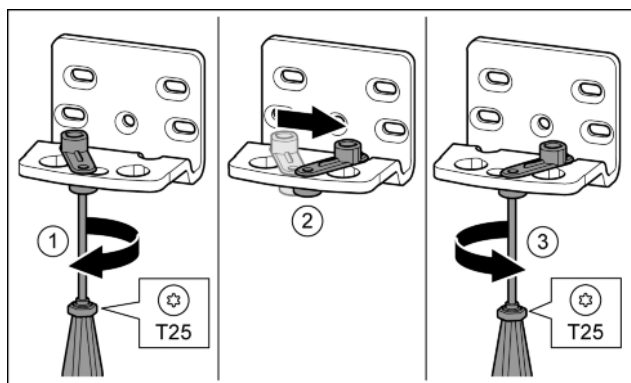

Fig. 12
- ▶ Schroef met de schroevendraaier T25 losdraaien. Fig. 12 (1)
- ▶ Deursluiting optillen en 90° naar rechts in de opening draaien. Fig. 12 (2)
- ▶ Schroef met schroevendraaier T25 vastschroeven. Fig. 12 (3)